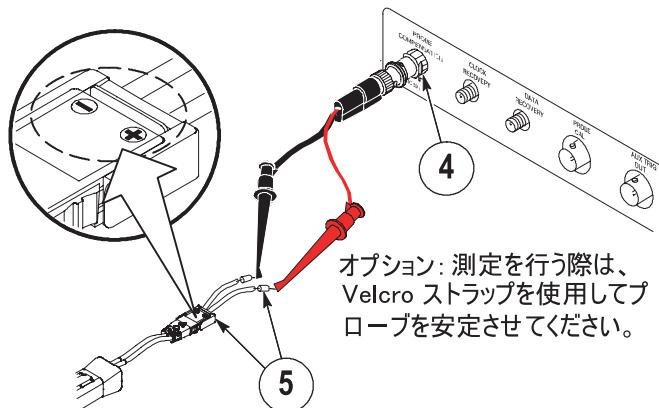

図 4：機能チェック用にプローブを接続
4. BNC (M)-ミニグラバ (SMA (M))-BNC (F) アダプタ付き) をオシロスコープのプローブ補正コネクタに接続します。図 4 を参照してください。